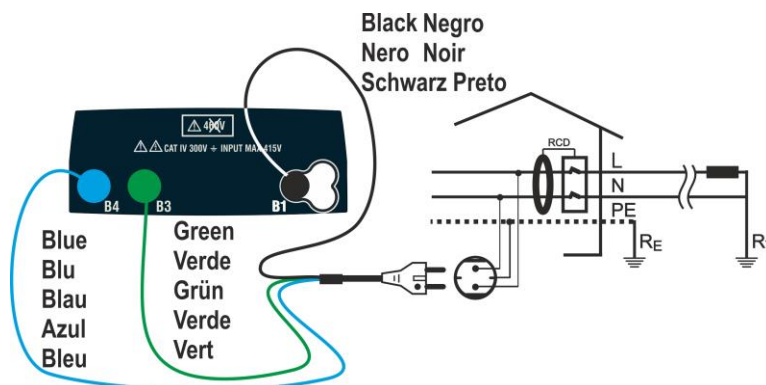
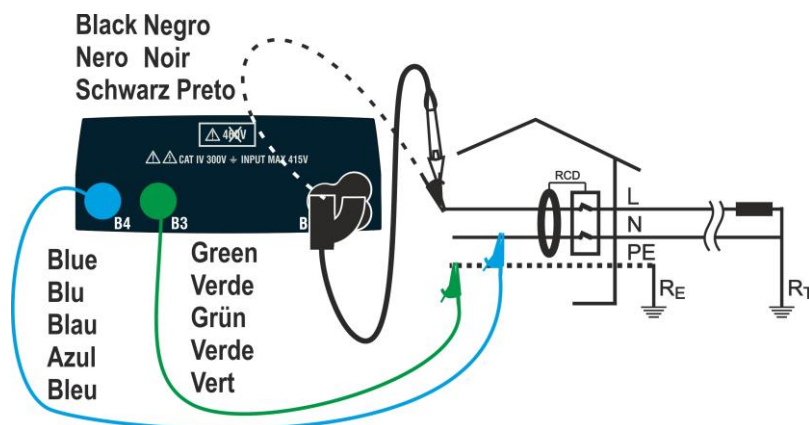
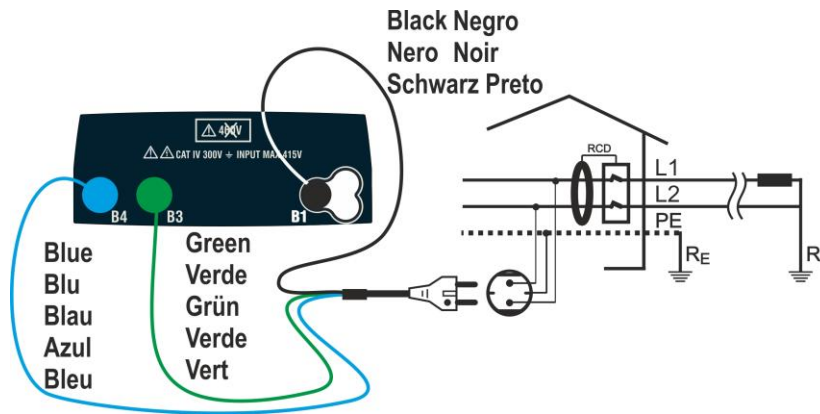
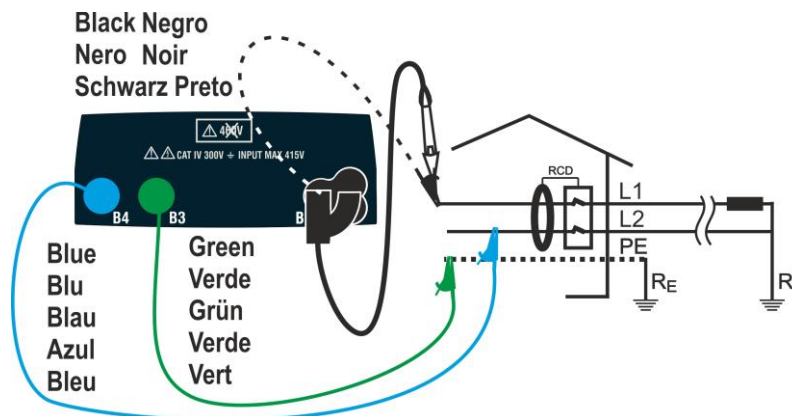

Fig. 4: Connexion Monophasée L-N-PE via une fiche shuko
Fig. 5: Connexion sur système Monophasé L-N-PE avec câbles et embout à distance
Fig. 6: Connexion en système Biphassé L-L-PE via une fiche shuko
Fig. 7: Connexion sur système Biphassé L-L-PE avec câbles et embout à distance
- Insérer les connecteurs vert, bleu et noir du câble shuko sur trois bornes dans les bornes d'entrée d'instrument B1, B3 et B4 correspondantes. En alternative, utiliser les câbles individuels et insérer les pinces crocodiles respectives à l'extrémité des câbles. Éventuellement, utiliser l'embout à distance en insérant le connecteur multipolaire dans la borne d'entrée B1. Brancher la fiche Shuko, les pinces crocodiles ou l'embout à distance au secteur électrique conformément aux Fig. 4, Fig. 5, Fig. 6 ou Fig. 7